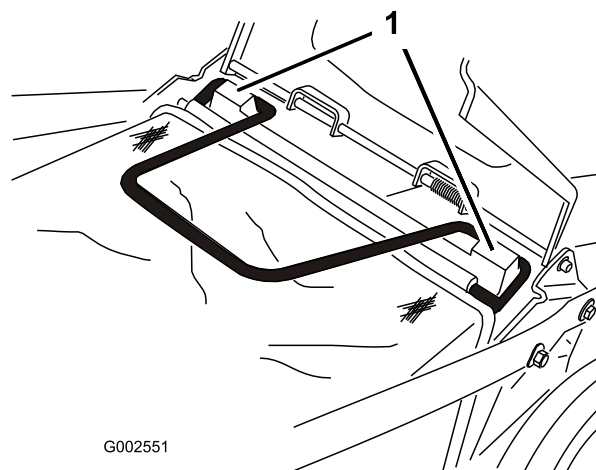

Figura 18
3. Instale la bolsa sobre las varillas de montaje de la bolsa (Figura 18).